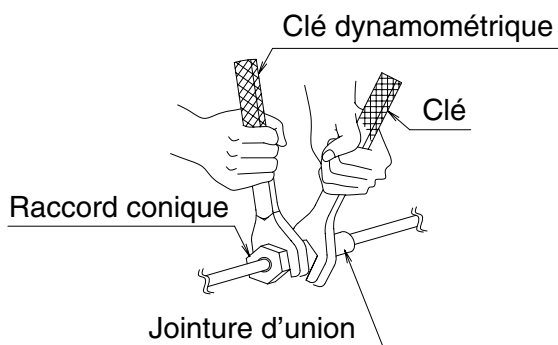

Fig. 13
- Lors du raccordement des tuyauteries à le climatiseur, assurez-vous d'utiliser une clé et une clé dynamométrique comme indiqué dans la Fig. 13.